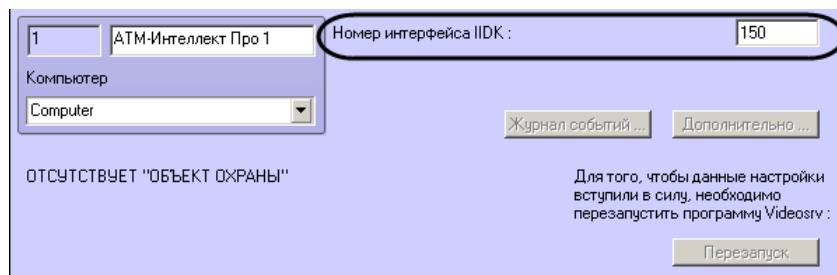

Рис. 8.2—4 Панель настройки объекта АТМ-Интеллект Про
18. В поле **Номер интерфейса IIDK** ввести идентификатор объекта **Интерфейс IIDK**, созданного на шаге 2 (см. Рис. 8.2—4).